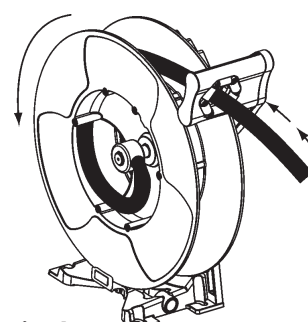

Fig. 14
3. Tire suavemente de la manguera hasta que quede liberada del trinquete y se recoja por sí misma (fig. 14).